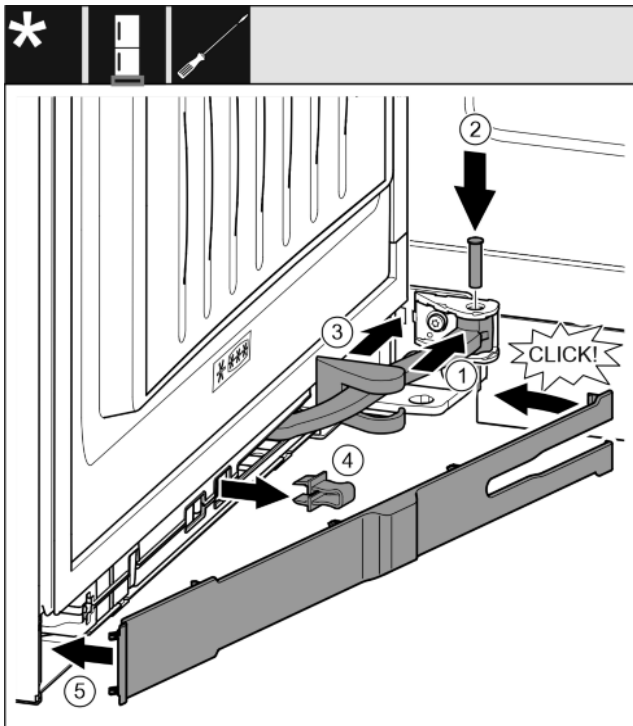

Fig. 37
- ▶ Завъртете шарнира в окачването. Fig. 37 (1)
- ▶ С отвертка T15 поставете болта в окачването и шарнира. При това обърнете внимание на това, фиксиращата гърбица да е легнала правилно в жлеба. Fig. 37 (2)
- ▶ Избутайте капачката на лагерната стойка по продължение на шарнира и го монтирайте над окачването. Fig. 37 (3)
- ▶ Свалете предпазителя. Fig. 37 (4)
- ▶ Поставете капачката от страната на дръжката и я завъртете навътре. Fig. 37 (5)